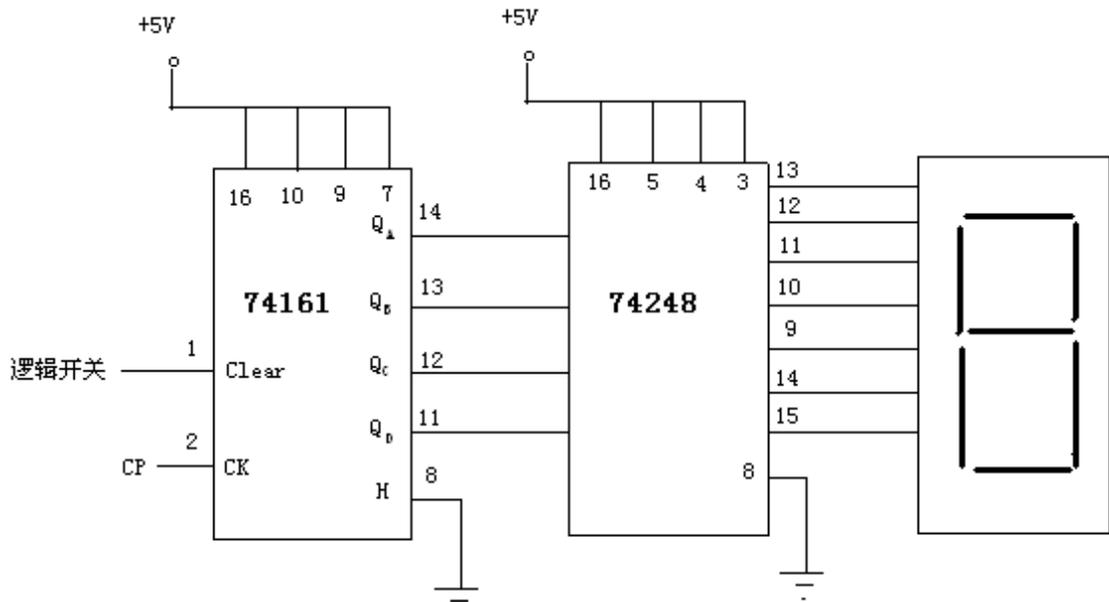

图 13-2 计数、译码、显示实验电路
- (1) 按照图 13-2 分别将四个开关接至实验箱某个数码管的输入端，调动四个开关，观察数码管输出字符。（因实验箱上 74LS248 控制数码管的七段电路已经做好，因此可直接观察。